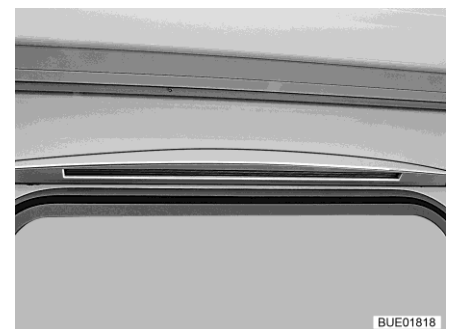

Bild 66 Förtältsbelysning (inte vid utförande med markis)
- Belysning förtält (Bild 66) (delvis tilläggsutrustning) (inte vid utförande med markis)